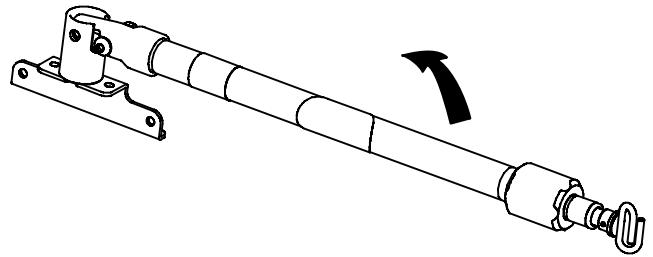

Figure 26 – Position de rangement du support de perfusion en trois parties
1. Soulever et faire pivoter le support de perfusion à partir de sa position de rangement. Appuyer vers le bas jusqu'à ce que le support de perfusion se verrouille dans le boîtier (A).
2. Pour éléver la hauteur du support de perfusion, tourner le collier de verrouillage (B) dans le sens antihoraire et tirer la partie télescopique (C) vers le haut. Élever le support de perfusion jusqu'à la hauteur désirée.
3. Tourner le collier de verrouillage (B) dans le sens horaire pour verrouiller la section télescopique (C) en place.
4. Pour un support de perfusion plus élevé, tirer la section coulissante (D) vers le haut jusqu'à ce que la pince à ressort (E) soit connectée.
5. Suspendre les poches de perfusion au crochet de perfusion (F).
6. Pour abaisser le support de perfusion, enfoncez la pince à ressort (E) et faire glisser la section (D) vers le bas dans la section télescopique (C). Tourner le collier de verrouillage (B) dans le sens antihoraire et faire glisser la section télescopique (C) dans le tube du bas.
7. Tourner le collier de verrouillage (B) dans le sens horaire pour serrer.
8. Soulever et faire pivoter le support de perfusion vers le bas dans sa position de rangement (Figure 26).